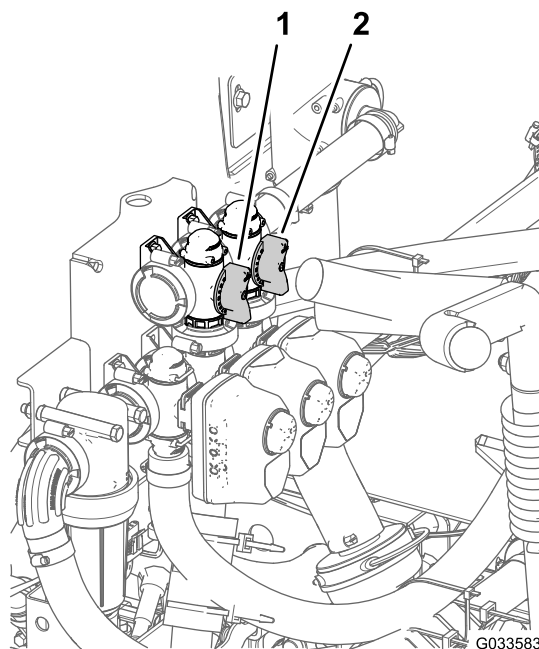

Figure 89
11. Réglez la vanne de dérivation (Figure 89) à l'arrière de la vanne d'agitation jusqu'à ce que la pression indiquée soit 6,9 bar.
- Déplacez la poignée de dérivation générale des rampes de manière à réguler l'agitation à l'intérieur de la cuve (Figure 89).